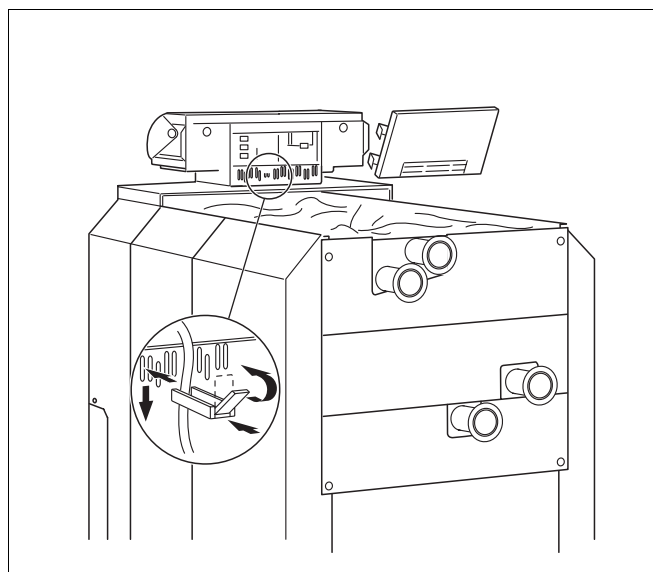

Fig. 18 Montering af kabelspændebånd
Efter behov kan udbrydningsdelen i bagvægsgdelen brækkes eller skæres ud (fig. 18).
- Sæt kabelspændebåndene med isat tilslutningskabel i spændebåndsrammen, og fikser kablet ved at vippe fligen over (fig. 18).
- Isæt de to nederste kroge til højre og venstre på bagvægsgdelen med slidserne i overkanten af spændebåndsrammen (fig. 18).
- Tryk de to øverste elastiske indskydningskroge lidt indefter (pil på fig. 18), og læg bagvægsgdelen i, så de to kroge går i indgreb.